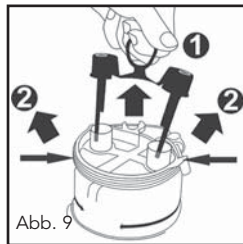
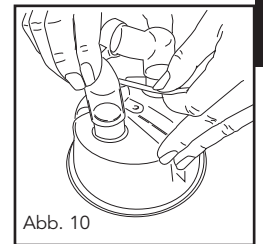

Abb. 9
Abb. 10
6. Nehmen Sie die blauen Portkappen von der Kammer ab, indem Sie die Abrisslasche nach oben ziehen. Dann nehmen Sie den runden Halter des Wasserzufuhrschlauches ab (Abb. 9). Setzen Sie den mitgelieferten Adapter fest auf die beiden vertikalen Kammeranschlüsse auf und befestigen Sie den Wasserzufuhrschlauch an der richtigen Stelle (Abb. 10 und 11). Zum Einsetzen der Wasserkammer, siehe Schritt 5 oben.